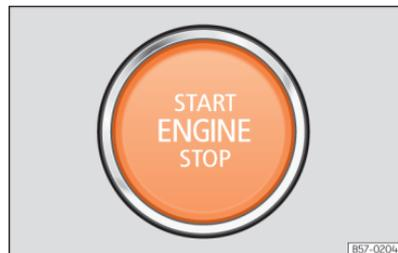

Fig. 83 Na parte inferior da consola central: botão de arranque.
Ao aceder ao veículo o botão de arranque »» **Fig. 83** pisca para chamar a atenção sobre ele.
- Pressione o botão de arranque **»» Fig. 83** sem pisar o acelerador. Para que o motor arranque deve existir uma chave válida no veículo. Após o arranque do motor, a iluminação do botão START ENGINE STOP muda para iluminação fixa indicando que o motor arrancou.